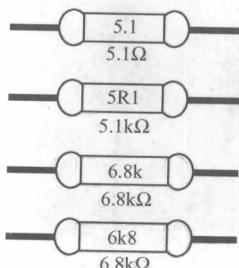

图 1-3 电阻的直标
(2) 电阻的标示方法。
① 直标法。在电阻外壳上直接印刷电阻值，如“6.8Ω”的电阻印有“6.8”或“6R8”字样， $6.8k\Omega$ 的电阻上印有“6.8k”或“6k8”字样，如图 1-3 所示。
② 色环标示法。在电阻上印有 4 道或 5 道色环来表示电阻的阻值。电阻 4 道色环的含义是：第一、二色环表示两位有效数字，第三色环表示所乘倍率，第四色环表示允许偏差。电